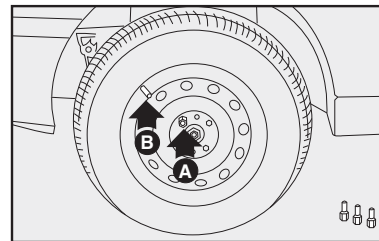

fig. 7
8) Introduzca el primer tornillo **A**-fig. 7, en el orificio más cercano a la válvula de inflado **B**.